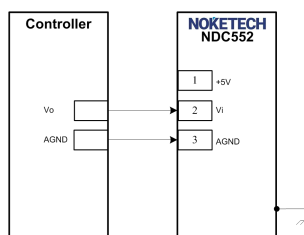

图 4 控制器设置运行速度时接线示意图
3、SW1 为 ‘off’ 时，驱动器的运行速度由外部控制器的模拟信号来设置，模拟速度指令的有效电压范围 0.1V~5V，速度设置范围为 0rpm~900rpm，具体接线方式如图 4 所示。